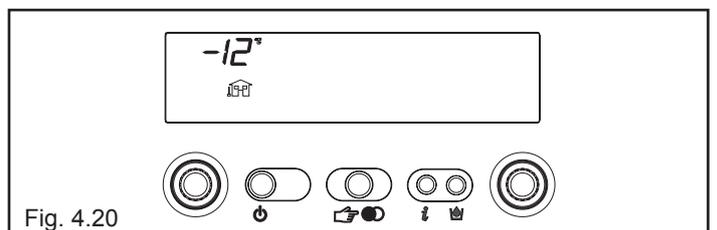

Fig. 4.20
- 1 solo con sonda esterna collegata, visualizza la temperatura esterna (esempio 12 °C) (fig. 4.20).